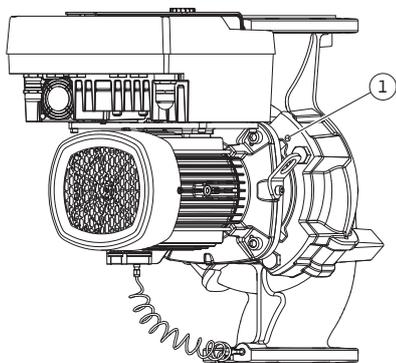

Fig. 11: Pressionar a unidade de impulsor motor através dos orifícios roscados (conforme o tipo de bomba)
No tipo de bomba Fig. II e Fig. III utilizar, para tal, os dois orifícios roscados (Fig. 11, pos. 1). Para tal, utilizar os parafusos adequados disponibilizados no local (por exemplo, M10 x 25 mm).
5. Afastar o conjunto de encaixe (ver Fig. 4) do corpo da bomba. Para tal, utilizar os dois orifícios roscados (ver Fig. 11). Para soltar o alojamento, introduzir parafusos M10 com comprimento adequado nos orifícios roscados.
7. Desapertar os dois parafusos fixos da chapa de proteção (Fig. II, pos. 27) e remover a respetiva chapa.
8. Introduzir uma chave de bocas com uma abertura de 27 mm na janela da lanterna e fixar o veio nas superfícies de aperto (Fig. II, pos. 16). Desapertar a porca do impulsor (Fig. II, pos. 22). Retirar o impulsor (Fig. II, pos. 21) do veio com um extrator adequado.
9. Soltar a placa de retenção do sensor da pressão diferencial (Fig. I, pos. 13) do flange do motor, desapertando o parafuso (Fig. II, pos. 10). Deixar o sensor da pressão diferencial (Fig. I, pos. 8) suspenso com a chapa de suporte (Fig. I, pos. 13) nos cabos de medição da pressão (Fig. I, pos. 7). Desligar eventualmente o cabo de ligação do sensor da pressão diferencial no módulo eletrônico.
10. Desapertar os parafusos (Fig. II, pos. 10 e pos. 10a).
11. Soltar a lanterna do dispositivo de centragem do motor com o extrator de dois braços (extrator universal) e removê-la do veio. O empanque mecânico (Fig. I, pos. 25) é também removido. Evitar o encravamento da lanterna.
12. Se o empanque mecânico tiver sido danificado, pressionar o contra-anel (Fig. I, pos. 26) do empanque mecânico para fora do alojamento da lanterna. Colocar o novo contra-anel na lanterna.